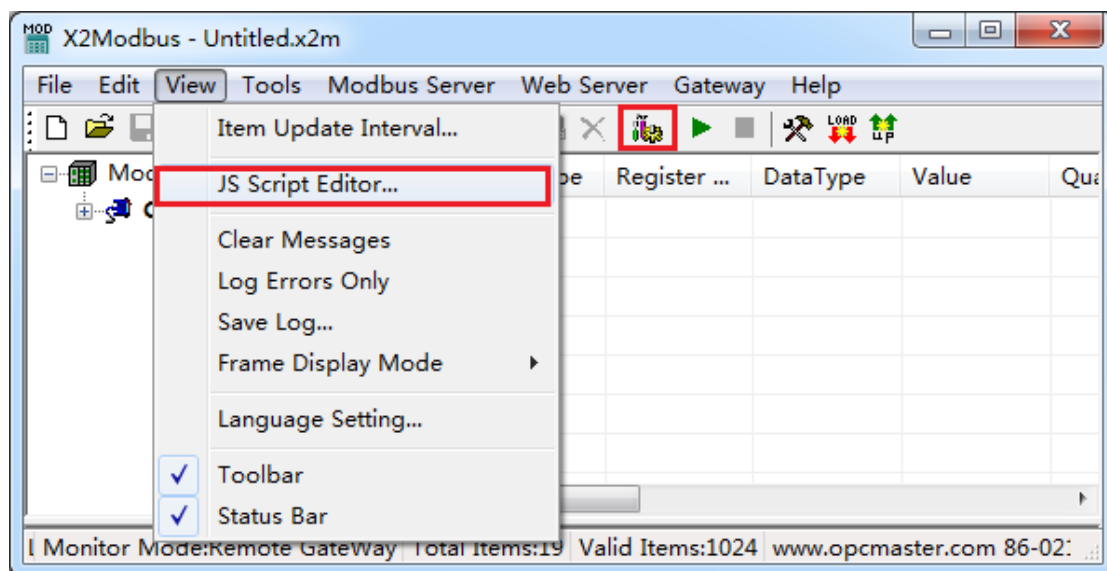

图 2-1 选择 JS 脚本编辑
1.这个版本新增加了 JS 脚本编辑器，用户可以根据需要进行逻辑控制，在上位机配置界面，点击菜单栏“视图”或者点击快捷工具栏，即可弹出 JS 脚本编辑器，如下图 2-1。详细使用功能请参考 X2Modbus 使用说明书第六章节。